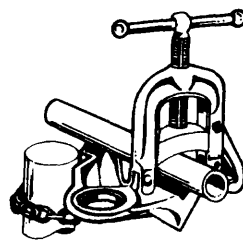

Fig. 7
*Prensas para poste*, (fig. 7 y 8): este tipo de prensa puede sujetarse a tuberías verticales empotradas en uno o en ambos extremos, a condición de que sean de hierro galvanizado o de acero. No se debe sujetar a bajantes de hierro fundido porque se corre riesgo de rotura de los mismos. Vienen en un solo tamaño con una capacidad comprendida entre 1/8" y 2 1/2" para la prensa de quijada y entre 1/8" y 5" para la de cadena.